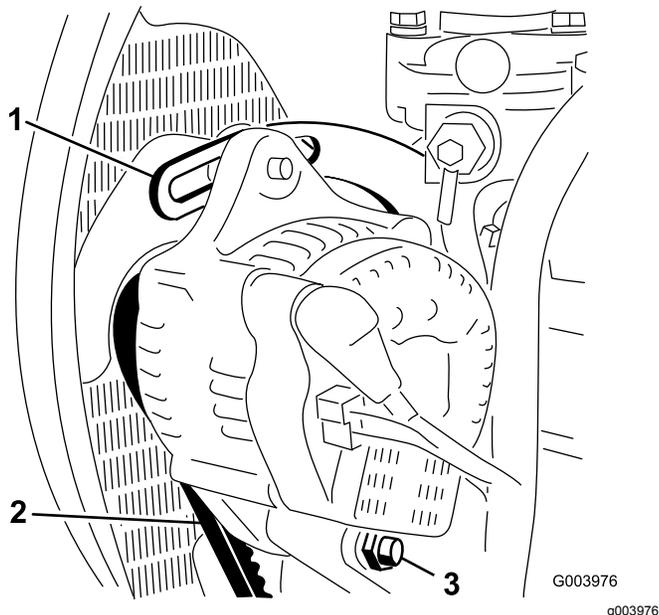

図 71
2. オルタネータ側プーリとクランクシャフト側プーリ間の中央部でオルタネータベルト(図 71)を指で 10 kg 程度の力で押してベルトの張りを点検する。
3. ブレースをエンジンに固定しているボルト(図 71)と、オルタネータをブレースとピボットボルトに固定しているボルトをゆるめる。